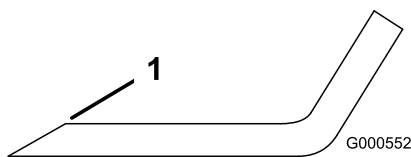

Figura 76
- Utilice una lima para afilar el filo de corte en ambos extremos de la cuchilla (Figura 76).
Nota: Si la cuchilla no está equilibrada, rebaje algo el metal en la parte de la vela solamente (Figura 76).